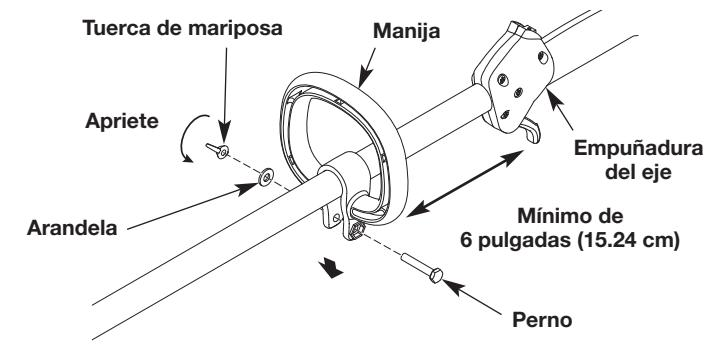

Fig. 3
1. Oprima la manija hacia abajo sobre el alojamiento del eje (Fig. 3). El orificio del perno hexagonal de la manija debe quedar a la izquierda.
2. Inserte el perno en el orificio del perno hexagonal y presione para que pase a través de él (Fig. 3). Coloque la arandela en el perno. Enrosque la tuerca de mariposa en el perno, pero no la ajuste completamente.
3. Mientras sujetá la unidad en la posición de funcionamiento (Fig. 7), desplace la manija hasta la ubicación que le ofrece el mejor agarre. Ubíquela como mínimo a 6 pulgadas (15.24 cm) del extremo de la empuñadura del eje (Fig. 3).
1. Afloje la tuerca de mariposa (Fig. 3).
2. Mientras sujetá la unidad en la posición de funcionamiento (Fig. 7), desplace la manija hasta la ubicación que le ofrece el mejor agarre. Ubíquela como mínimo a 6 pulgadas (15.24 cm) del extremo de la empuñadura del eje (Fig. 3).